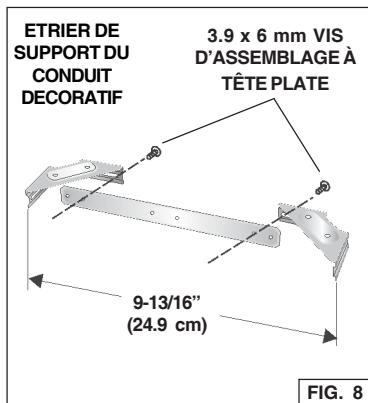

FIG. 8
1. Assemblez l'étrier de support du conduit décoratif en réglant la largeur extérieure comme indiqué. Fig. 8.